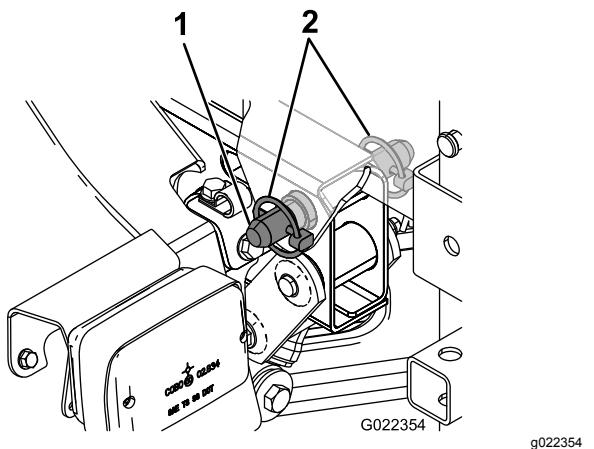

図10
- タンク台の後部にあるピボットラグを、車体フレームの最後尾についている荷台のピボットチューブの穴に合わせる(図10)。
- ピボットラグにテープ付きクレビスピンドルと1本とリンクピン2本を差し込んで、タンクアセンブリとフレームとを連結する図10。